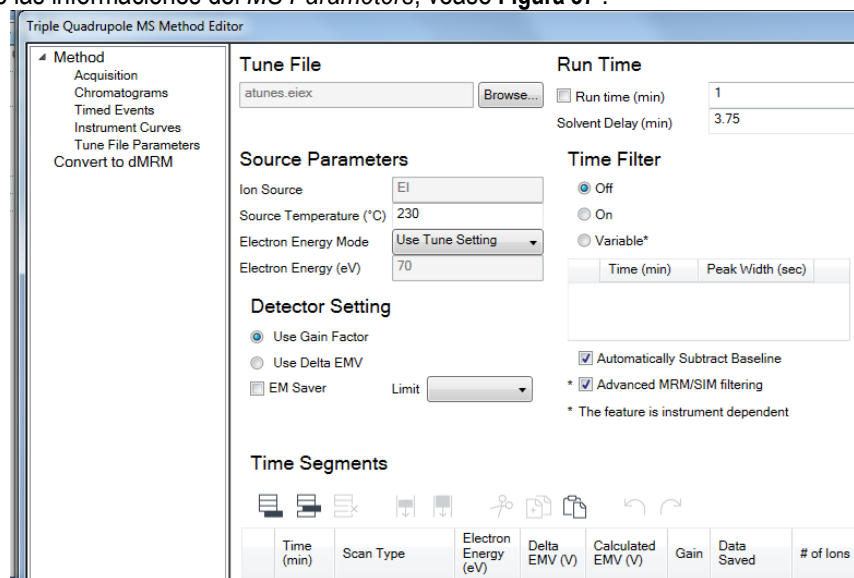

Figura 37. Parámetros del método en el detector de triple cuadrupolo.
- Registre las informaciones del **MS Parameters**, véase Figura 37 .